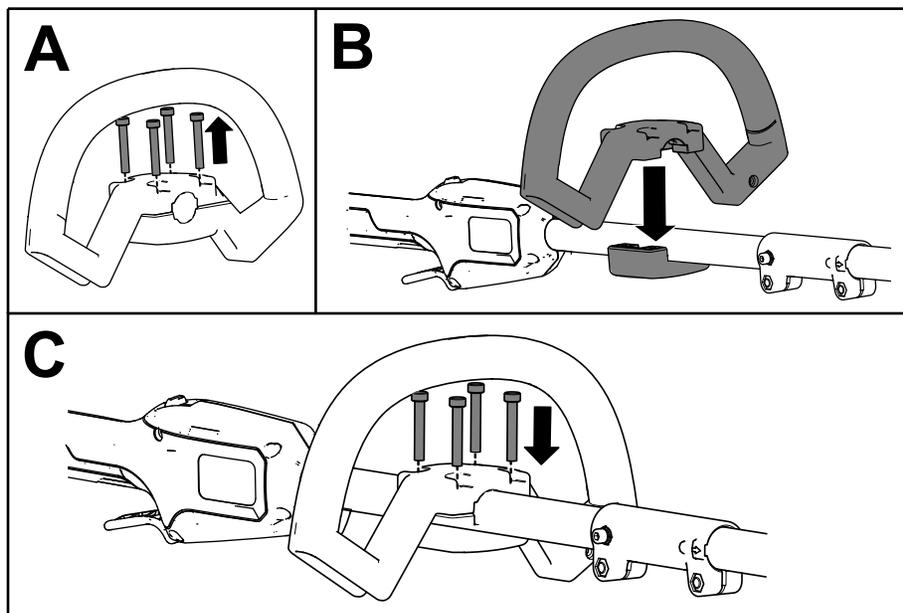

Bild 5
1. Trennen Sie den Hilfsgriff von der Griffplatte ab, indem Sie die 4 Zylinderschrauben mit dem mitgelieferten Innensechskantschlüssel entfernen (A in Bild 5).
2. Richten Sie den Hilfsgriff mit der Hilfsgriffplatte auf dem Freischneiderstiel aus (B in Bild 5).
3. Befestigen Sie den Hilfsgriff mit den 4 Zylinderschrauben, die Sie vorher entfernt haben, an der Griffplatte (C in Bild 5).